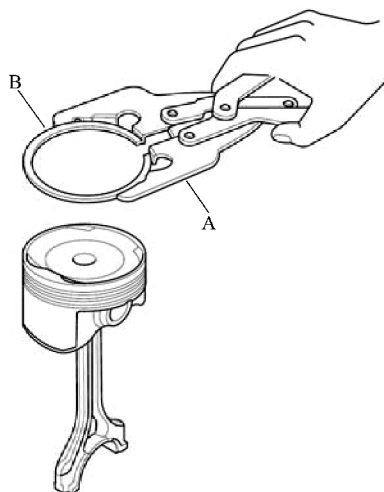

图 8-18 拆下活塞环
- 2) 使用活塞环扩张器 A 拆下旧的活塞环 B，如图 8-18 所示。